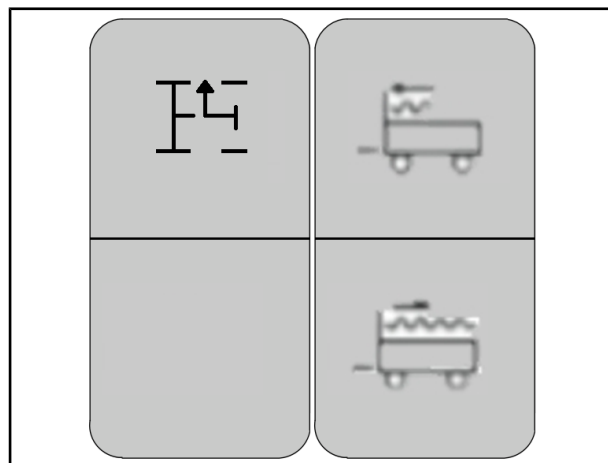

图 4-1 取力和顶盖开关
3. 结合取力器（取力开关位于驾驶室操作面板上，按钮如图4-1所示），首先往下拨动保护拨片，并同时按下翘板开关的下部；
4. 按货箱开启/关闭翘板开关（位于驾驶室操作面板上，按钮如图4-1所示）。